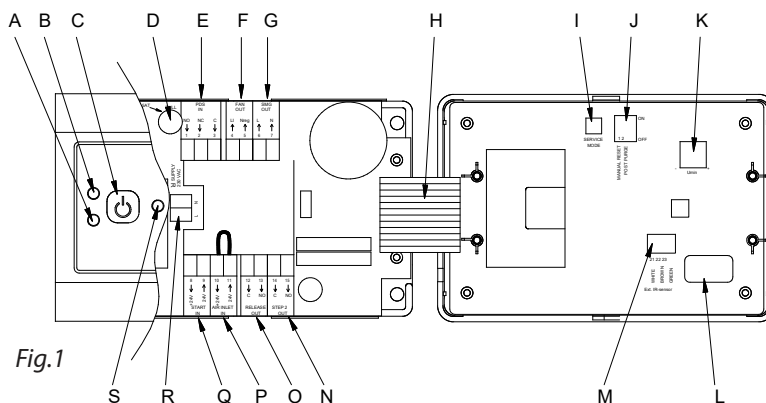

Fig.1
Kontrollera fabriksinställningen av dipswitcharna före inreglering (fig. 1-J).
- Tryck på PÅ/AV-knappen (fig. 1-C).
- Tryck på knappen serviceläge (fig. 1-I) på höljets baksida. Larmlysdioden (fig. 1-A) kommer att blinka RÖD, och funktionslysdioden (fig. 1-B) kommer att blinka beroende på pressostatens läge, se tabellen nedan: